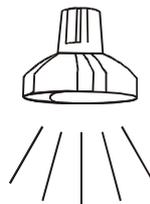

Abbildung 5.64: Positionierung der Beleuchtungssensor
- Übernehmen Sie die Position des Beleuchtungsmessgeräts (siehe *Abbildung 5.64*). Stellen Sie sicher, dass das Beleuchtungsmessgerät eingeschaltet ist.